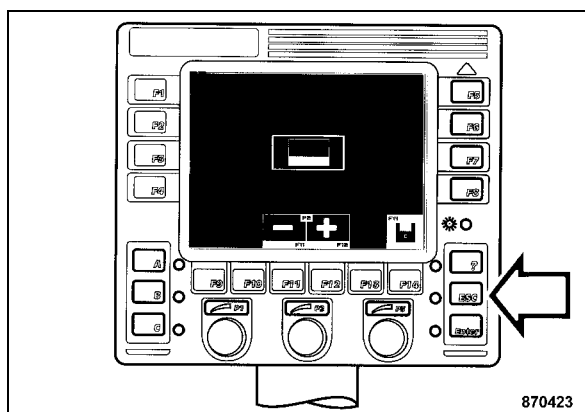

Fig. 84
- Pulsar la tecla "ESC" (Fig. 84) para volver a la pantalla inicial.